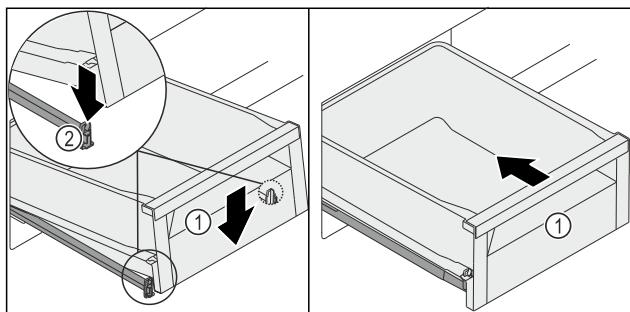

Fig. 125
- 降下前方抽屉 Fig. 125 (1)，使左侧抽屉滑入夹子 Fig. 125 (2)。
- 听到抽屉 Fig. 125 (1) 的卡紧声。
- 推入抽屉 Fig. 125 (1)。